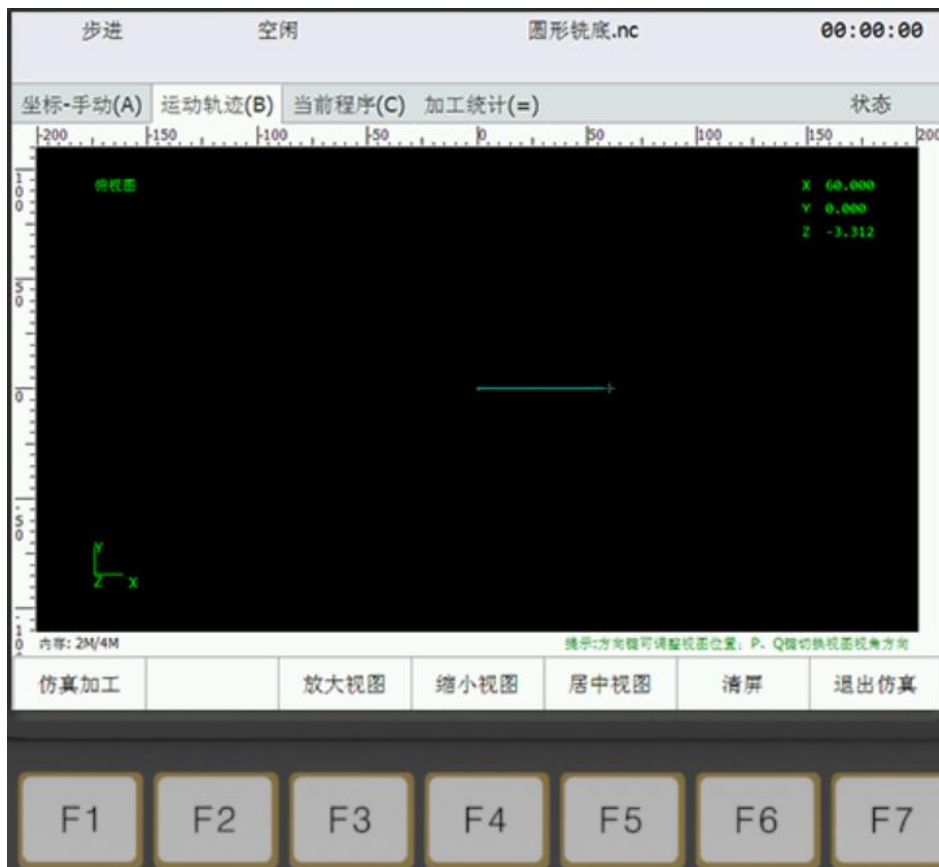

图 3-22 运动轨迹界面
- <状态> →<B 运动轨迹>（见图 3-22） →<F1 仿真加工>。